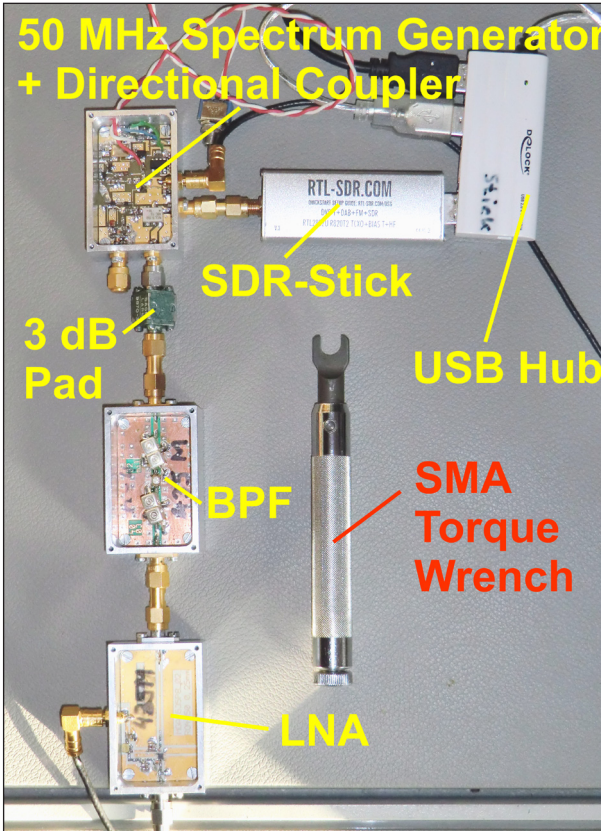

Bild 22: Das ist nun der komplette Empfänger einschließlich SMA-Drehmoment-Schlüssel
Ihr Aussehen hat sich gegenüber der 145 MHz-Version in Teil 1 nur wenig verändert. Nun steckt aber ein neuer LNA, eine geänderte Filterschaltung und natürlich der deutlich größere „RTL-SDR.COM-Stick“ mit seinem Metallgehäuse sowie dem SMA-Eingang drin (**Bild 22**). Zwischen Bandpass und Calibrator ist zusätzlich ein 3 dB-SMA-Dämpfungsglied zur Verbesserung des Filter-Abschlusses eingefügt. Und ein besonderes Werkzeug ist zusätzlich mit abgebildet.
a. Die SMA-Verbindungen zwischen den einzelnen Bausteinen waren nur „von Hand“ leicht angezogen. Der Einsatz des in Bild 22 abgebildeten Werkzeugs (=